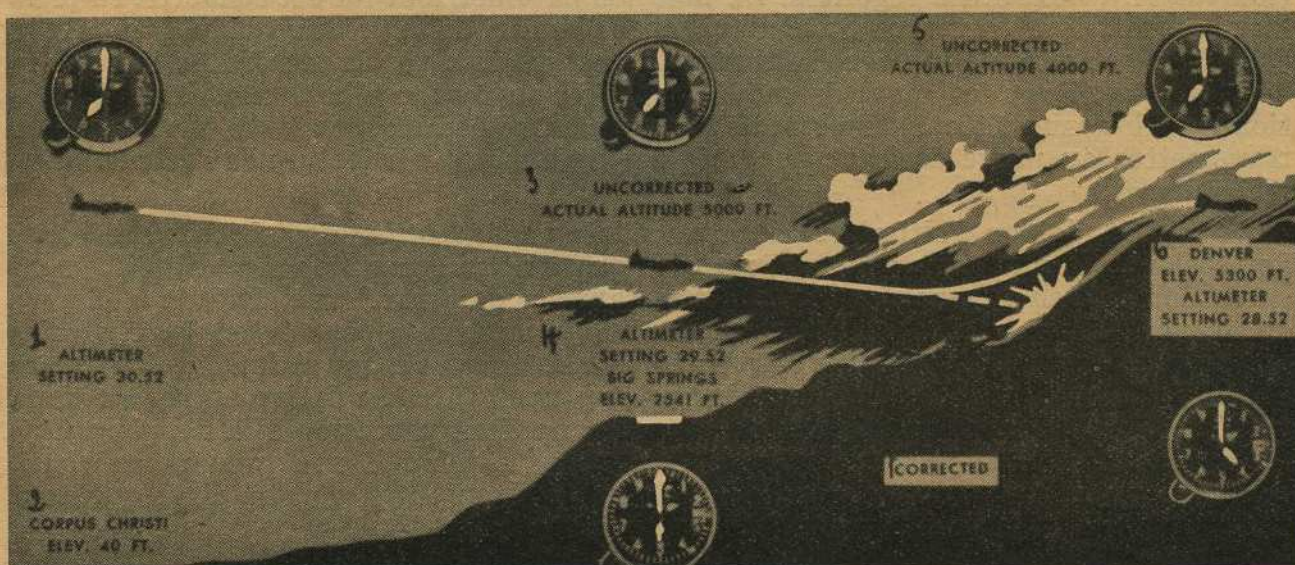

FIGURE 4. — REGLAGE D'ALTIMETRE, VOYAGE.
a) A la figure 4, le pilote d'un B-17, allant à Denver, a décollé de Corpus Christi et gagne une altitude de 6,000 feet, après avoir réglé son altimètre à 30.52 pression barométrique de Corpus Christi. A 6,000 feet l'altitude lue et l'altitude réelle sont exactement les mêmes puisque l'altimètre a été réglé sur la pression relative au niveau de la mer (sans tenir compte de la température à l'altitude de voyage). Comme on peut le voir sur la figure l'avion vole maintenant dans une région à pression plus basse et le réglage d'altimètre à Big Springs est 29.52. Cependant, se préoccupant du temps qui l'attend plus loin le pilote a oublié de demander un réglage d'altimètre, et, bien que son altimètre indique une altitude de 6,000 feet au-dessus du niveau de la mer, l'altitude réelle au-dessus du niveau de la mer n'est que de 5,000 feet, la pression étant tombée de un « inch » de mercure. Peu après avoir passé Big Springs le pilote rencontre du mauvais temps et ne doit plus se fier qu'à ses instruments. La chute de pression est encore plus forte dans la région de Denver où le réglage d'altimètre est 28.52; cependant l'altimètre de l'avion indique toujours 6,000 feet au-dessus de la mer, d'après le dernier réglage à Corpus Christi pour une pression plus élevée.